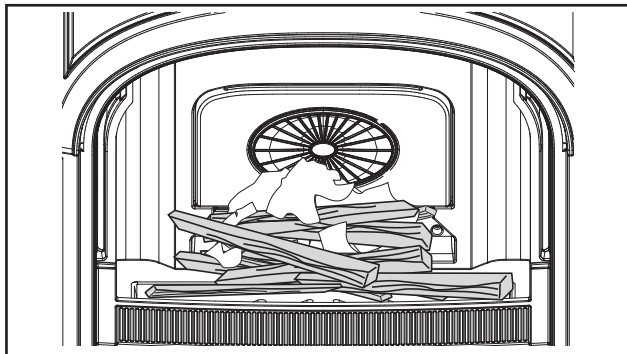

図2.4 着火剤と焚き付けで着火。
2. 着火剤を火室内に置き、その上に指の太さ程に細く割った焚き付け6～8本を組みます。その焚き付けの上に2～3本大きめ（直径25～50mm程）の薪を載せます。（図2.4）